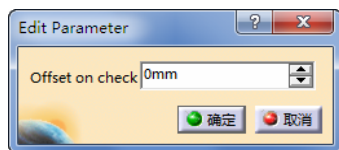

图 3-148 定义检查余量 (9)
- 定义检查余量 (9)。双击“Offset on part”，弹出“Edit Parameter”对话框，可设置余量大小为“0” mm，如图 3-148 所示。